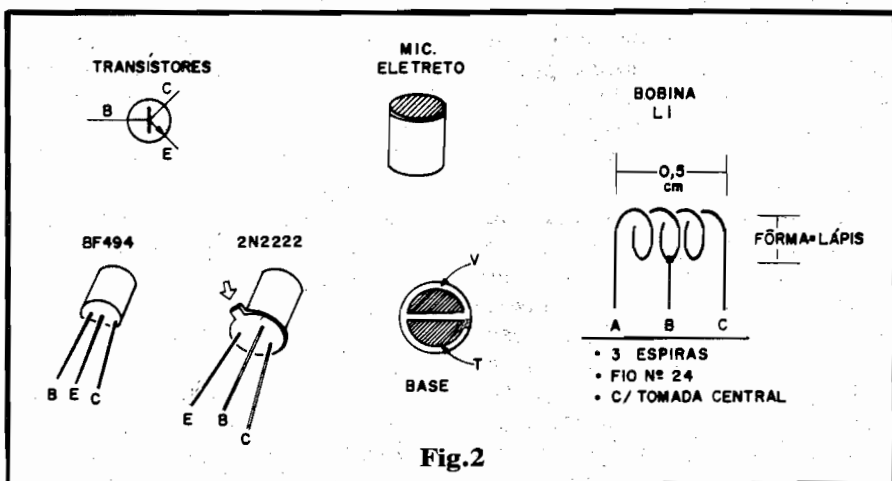

Fig.2
- FIG. 2 - OS COMPONENTES QUE MERECEM UMA PRÉ-ANÁLISE "VISUAL" - A maioria das peças que formam o circuito/montagem do STFM é constituída por componentes já mais do que conhecidos pelo Hobbysta "juramentado"... Porém, para be-
nefício dos principiantes, a fig. 2 dá importantes "dicas visuais" a respeito de algumas delas (transistores, microfone e bobina L1): inicialmente vemos o símbolo esquemático adotado para representar os transistores empregados, juntamente com as aparências do